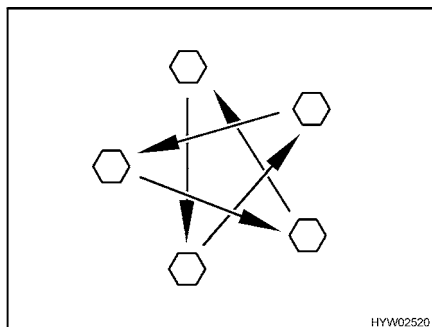

Bild 210 Dra åt hjulmuttrarna eller hjulbultarna korsvis
- Kontrollera regelbundet att hjulmuttrarna eller hjulbultarna är ordentligt åtdragna. Om du har bytt däck ska hjulmuttrarna eller hjulbultarna dras åt korsvis efter 5 mils körning (Bild 210). Åtdragningsmoment se avsnitt 13.5.2.
- ▷ Dra åt hjulmuttrarna eller hjulbultarna korsvis (Bild 210).